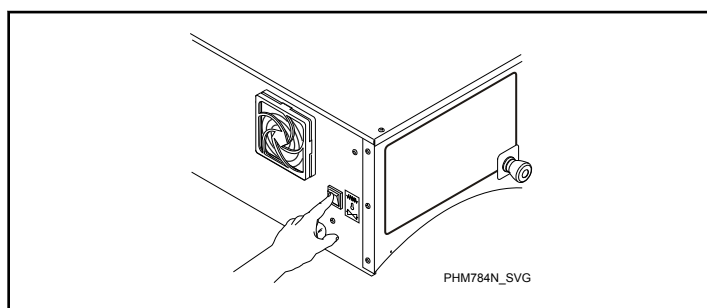

Abbildung 41
1. Zum Umschalten der Heizungsart den Schalter auf der linken Seite des Steuermoduls verwenden. Siehe *Abbildung 41*.